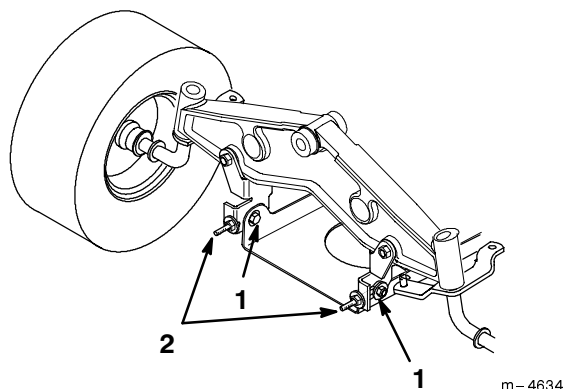

Figure 54
7. Pour régler l'inclinaison avant/arrière des lames, desserrez légèrement les boulons de fixation de la plaque de pivot avant (Fig. 54).
8. Tournez les contre-écrous des boulons à œil pour modifier le réglage (Fig. 54). Serrez les contre-écrous pour relever l'avant du plateau et desserrez-les pour abaisser l'avant du plateau.
9. Après avoir réglé uniformément les contre-écrous des deux boulons à œil, contrôlez de nouveau l'inclinaison avant/arrière. Poursuivez le réglage des boulons à œil jusqu'à ce que la pointe de la lame avant soit de 0 à 9,2 mm plus bas que la pointe arrière (Fig. 54).
10. Quand l'inclinaison avant/arrière est correcte, resserrez les boulons de fixation de la plaque de pivot (Fig. 54).